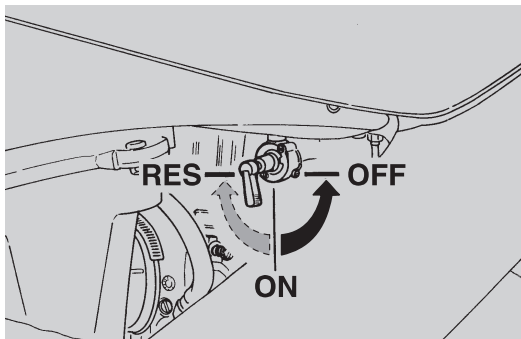

Fig. 38
- portare su **"OFF"** il rubinetto del carburante (Fig. 38);